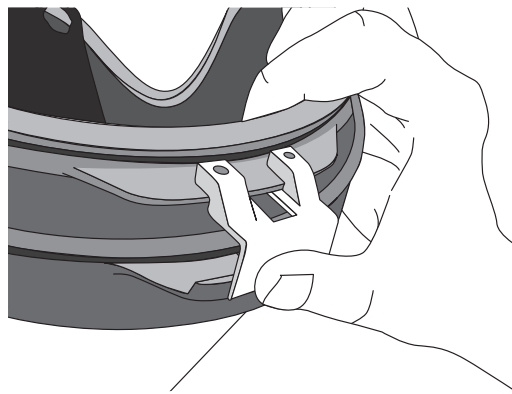

Fig. 2
4. Coloque o gabarito de orifício na mandíbula inferior do capacete. Assegure-se de que esteja posicionado corretamente e preso de forma segura, conforme mostrado na Fig. 2 (lado superior do gabarito). Opcional: Um grampo pode ser usado para ajudar a segurar o gabarito no lugar.